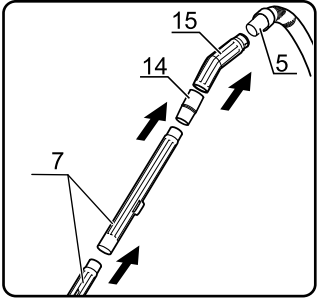

fig.7-1
- 원하는 노즐/확장튜브/조인트 핸들을 선택하고 호스의 작은 끝에 밀어 넣으십시오. (fig.7-1, 7-2)